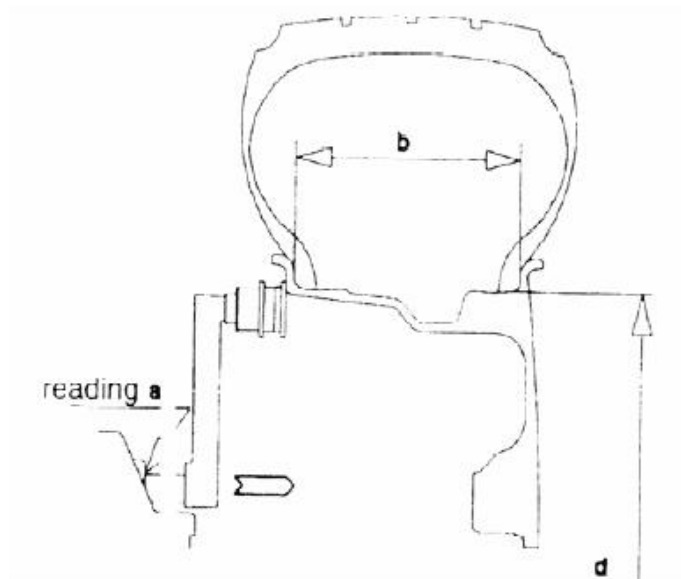

Рис.4
**РАССТОЯНИЕ:** определите расстояние между стендом и ободом колеса, используя измеритель "a" (рис.4)